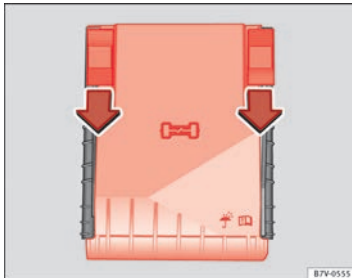

Abb. 202 Im Motorraum: Abdeckung des Sicherungskastens.
- Verriegelungstasten in Pfeilrichtung nach vorn schieben, um die Abdeckung des Sicherungskastens zu entriegeln ⇒ Abb. 202.